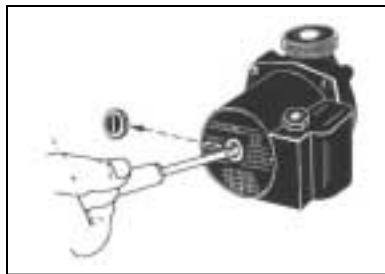

Fig.6
- Rasuciti rotorul pompei cu ajutorul unei surubelnite vezi fig 6.